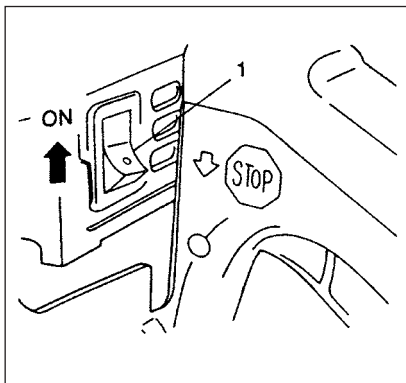

Рис. 2-2
Пуск (Рис. 2-2, 2B, 3, 4, 4B)
1. Установить выключатель зажигания (1) в положение ON (ВКЛ). (Рис. 2-2)